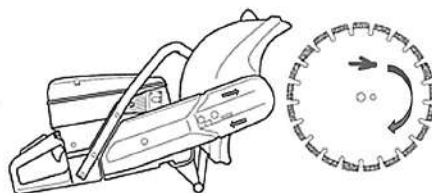

Рис. 5 Проверка направления вращения диска
3. Проверьте направление вращения диска. Убедитесь, что диск будет вращаться в направлении, указанном стрелкой на диске. Направление вращения показано стрелками на кожухе режущего узла бензореза и полотне диска (Рис. 5). Определите какой стороной требуется установить диск на бензорез, чтобы направление вращения шпинделя и диска совпали (Рис. 5).